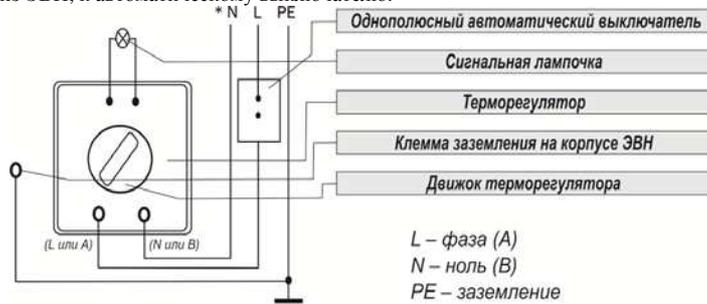

Рис. 7. Схема электрическая для моделей E-Series, O'Pro, EGO, O'Pro +
В цепь электропитания необходимо установить автоматический выключатель с током отсечки, равным 10А для ЭВН мощностью до 1,6 кВт и 16А для ЭВН мощностью от 1,6 кВт до 2,5 кВт. Подключение моделей E-Series, O'Pro, EGO, Round, O'Pro + (рис. 7, 8) и моделей D400-2-BC (рис. 11):
Подключение моделей O'Pro (PC) (рис. 7, 8) и Steatite (рис. 7, 9, 10, 11):